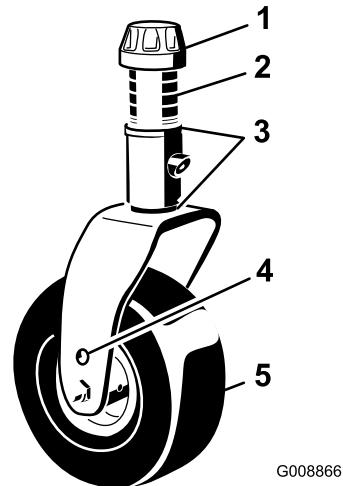
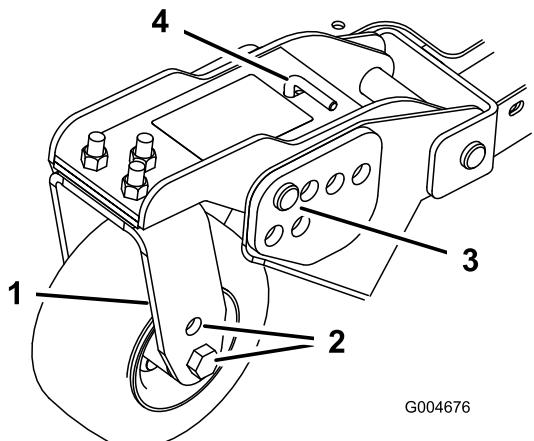
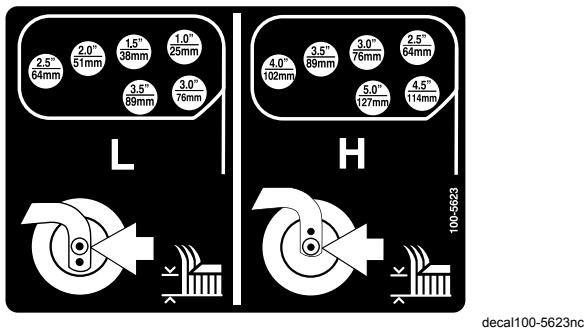

Figura 22
Figura 24
Figura 25
1. Posizionate gli assali delle ruote orientabili negli stessi fori di tutte le forcelle (Figura 22 e Figura 24). Vedere lo schema seguente per stabilire il foro corretto per la regolazione.
2. Togliete il cappuccio di tensione dall'asse del perno (Figura 22) ed estraete il perno dal braccio della ruota orientabile. Montate i due spessori (3 mm) sull'asse dei perni, come erano montati in origine. Questi spessori servono per ottenere un livellamento sull'intera larghezza degli apparati di taglio. Mettete il numero opportuno di distanziali da 13 mm sull'asse del perno, fino
4. Togliete la coppiglia ed i perni con testa dai bracci di rotazione delle ruote orientabili (Figura 24).
5. Girate il tenditore per alzare o abbassare il braccio di rotazione finché i fori non sono allineati con i fori della staffa dell'altezza di taglio selezionati, nel telaio dell'apparato di taglio (Figura 24 e Figura 25).